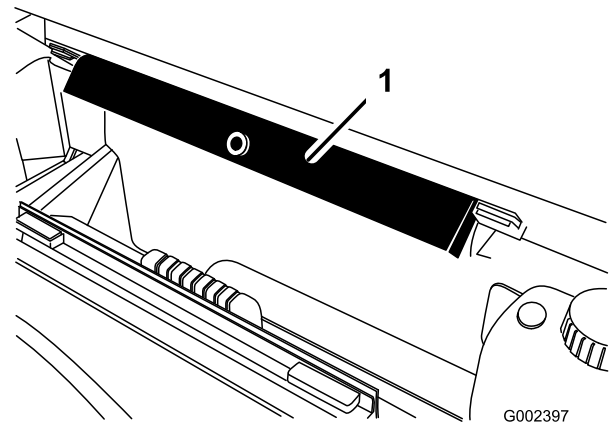

Figure 99
8. Sortez la béquille de sécurité du plateau des supports de rangement au dos du panneau de la structure ROPS (Figure 99).